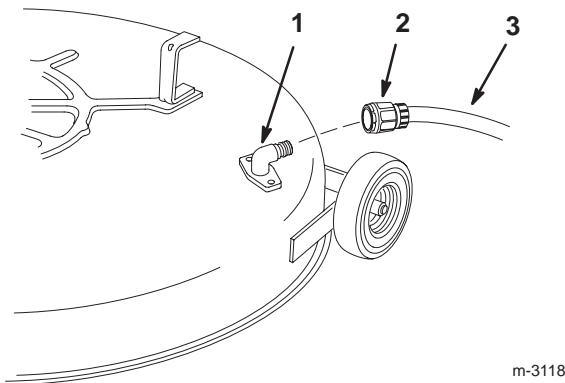

Bild 50
5. Drehen Sie eine Schlauchkupplung auf die Kupplung am Mähwerk-Spülanschluss und drehen das Wasser mit starkem Druck auf (Bild 50).